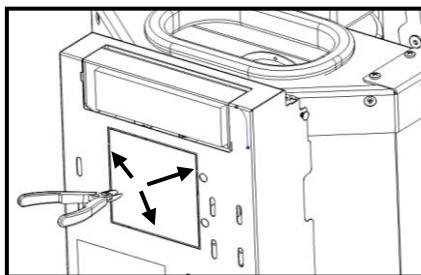

Figura 110 – Remoção tampo posterior salamandra
f) Na parte posterior do equipamento remover a tampa assinalada na Figura 110, cortando nas zonas assinaladas com um alicate de corte.